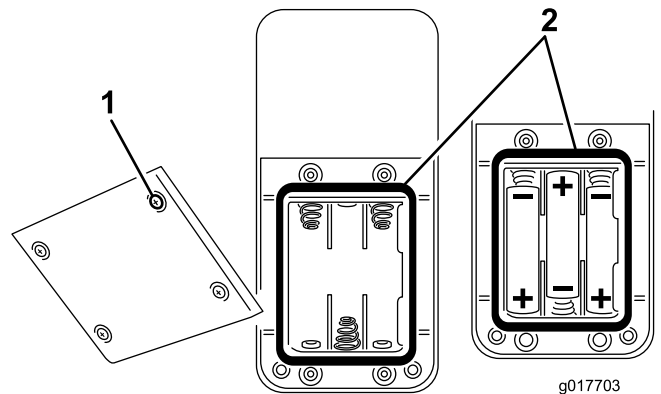

Figura 31
2. Se instalar as baterias num compartimento vazio, instale três baterias AAA novas. Certifique-se de que coloca as baterias como se mostra em Figura 31.
3. Se substituir baterias usadas, retire as baterias velhas e instale baterias AAA novas. Certifique-se de que coloca as baterias como se mostra em Figura 31.